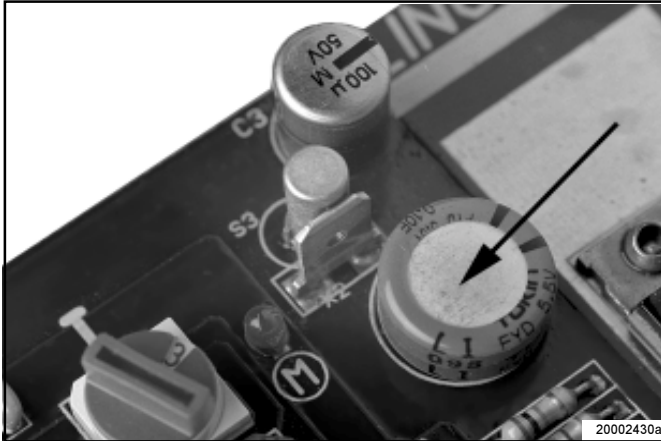

Fig. 4: - Condensateur
- S'il n'y a pas de freinage, la plaquette de circuits imprimés est alimentée par un condensateur (Fig. 4).